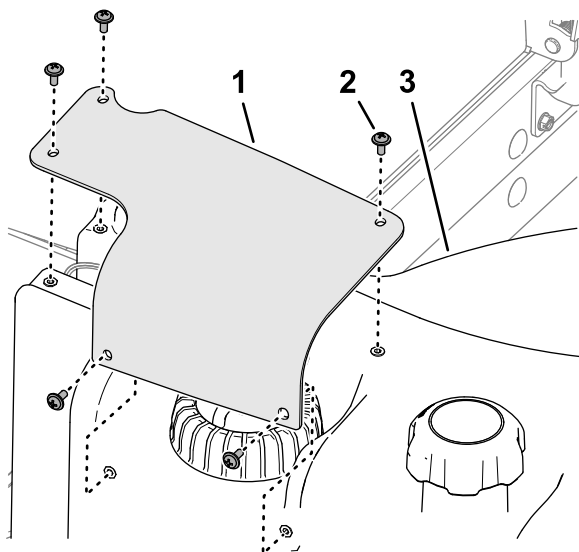

Figure 96
7. Alignez les trous du couvercle du transmetteur de niveau de carburant et les trous du réservoir de carburant, et fixez le couvercle sur le réservoir avec les 5 vis cruciformes (Figure 96).